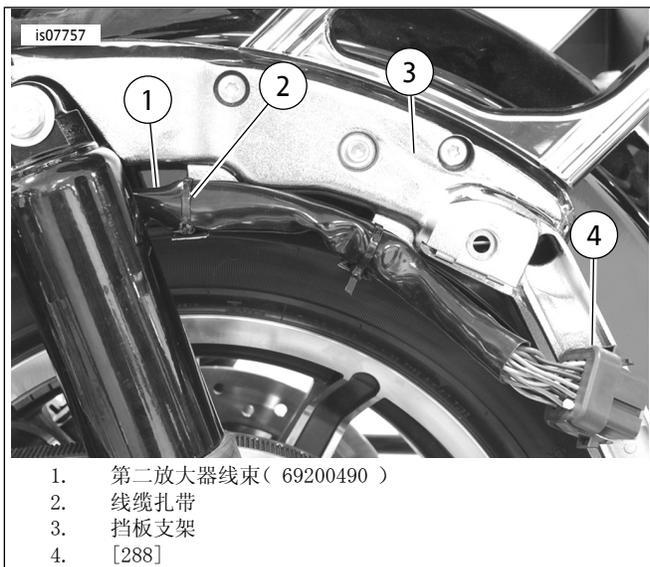

图12。布线线束
8. 参见图12。在挡板支架下方和挡板支柱下方的减震器后方通过车架和挡板之间的开口布设[288]。使用线缆扎带进行固定，如图所示。使用线缆扎带将放大器线束固定至主线束。确保布设线缆时考虑后减震器的整个行程，留出足够的余量。